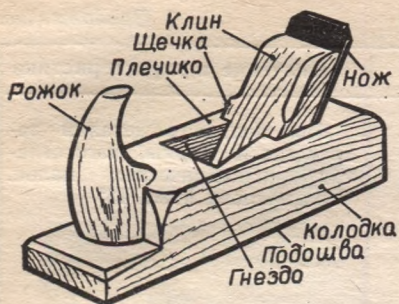

Рис. 68. Рубанок.
Основные части рубанка (колодку, клин, рожек, рис. 68) изготавливают из древесины твердых пород: клена, груши, граба, бука, ясеня. Колодка может быть выполнена из одной за-
План изготовления (см. рис. 68, 69, 73):
1. Подобрать материал, разметить с припуском (см. рис. 68, 69, 75). Припуск по длине не менее 100 мм. Пригодна плотная, вязкая древесина твердой породы.